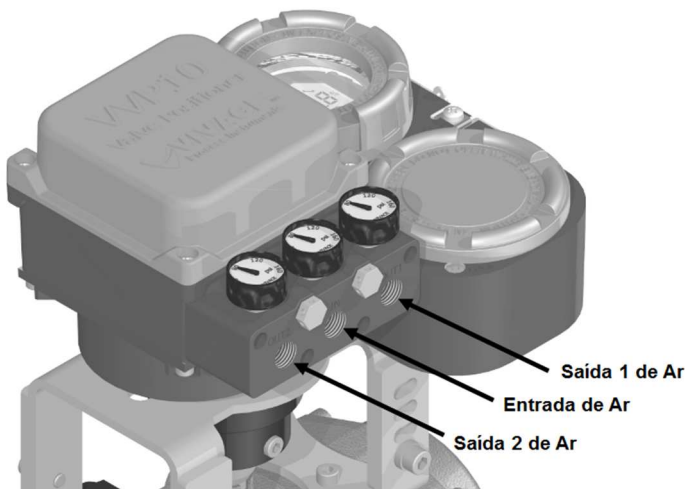
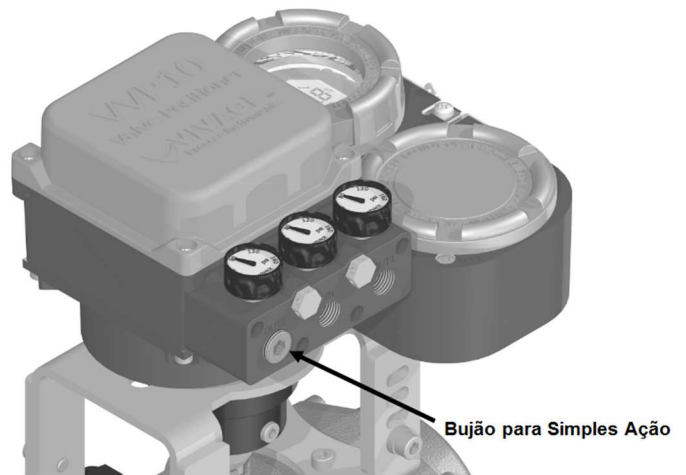

Figura 2.3 – Conexões pneumáticas do VVP10.
Figura 2.4 – Utilização do bujão para ação simples.
A figura 2.3 identifica as conexões de entrada e saídas para o ar de suprimento que movimentará o posicionador. Quando o posicionador for utilizado em um conjunto simples ação, basta tampar a saída 2, utilizando o bujão fornecido (item 13 da figura 4.1), transformando a válvula em um sistema de apenas 3 vias (figura 2.4).